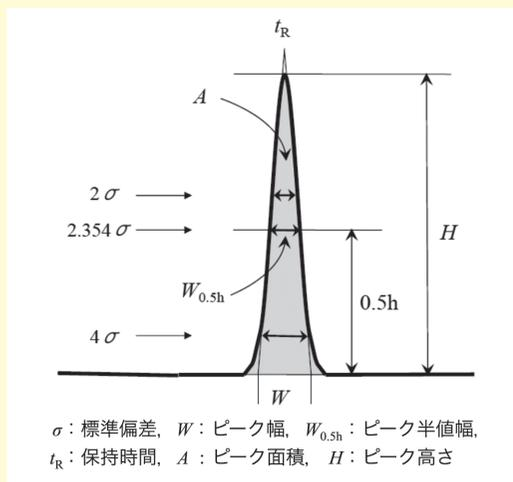

図1
ここで、 t_R は保持時間、 σ は標準偏差です。図1に示しますようにガウス分布においては、ピーク幅 $W = 4\sigma$ 、ピーク半値幅 $W_{0.5h} = 2.354\sigma$ という関係がありますので、これらを (1) 式に代入すると (2) 式、(3) 式が得られます。